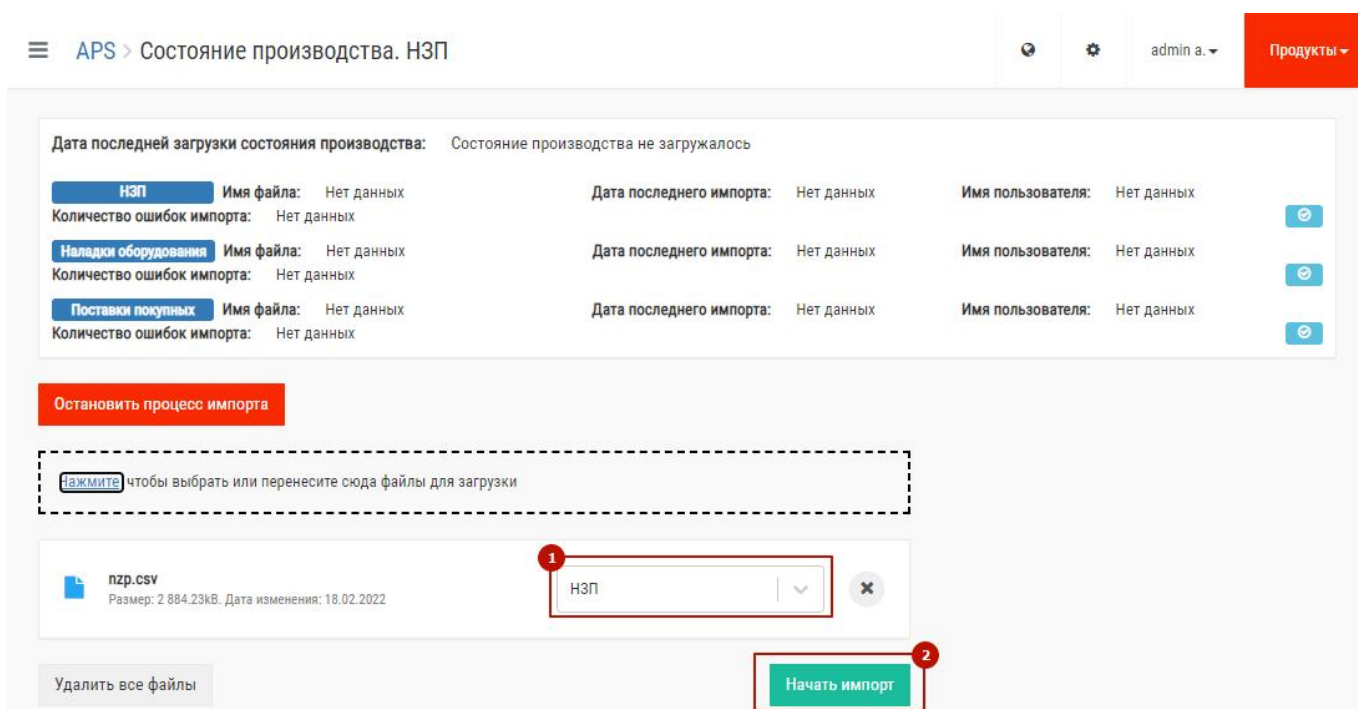

Рис. 64 – Запуск импорта файла НЗП
- Проверить корректность автоматического определения типа файла, в случае, необходимости установить его в НЗП (1 на Рис. 64)
- Нажать кнопку «Начать импорт» (2 на Рис. 64)